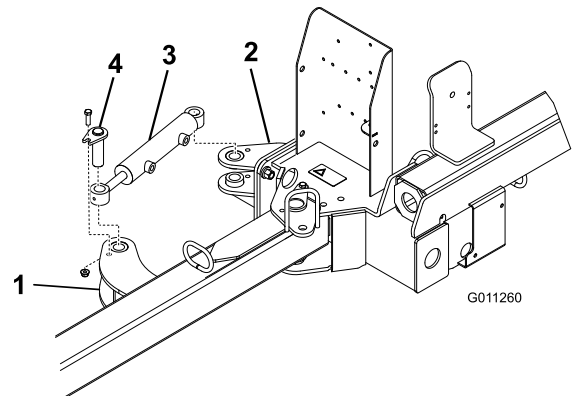

Figura 6
- Sujete cada extremo del cilindro hidráulico a un soporte del actuador con un pasador, un perno de $3/8 \times 1-1/4$ pulgadas y una tuerca con arandela prensada de $3/8$ pulgada (Figura 6). Asegúrese de conectar el extremo de la varilla (émbolo) del cilindro al soporte delantero del actuador.